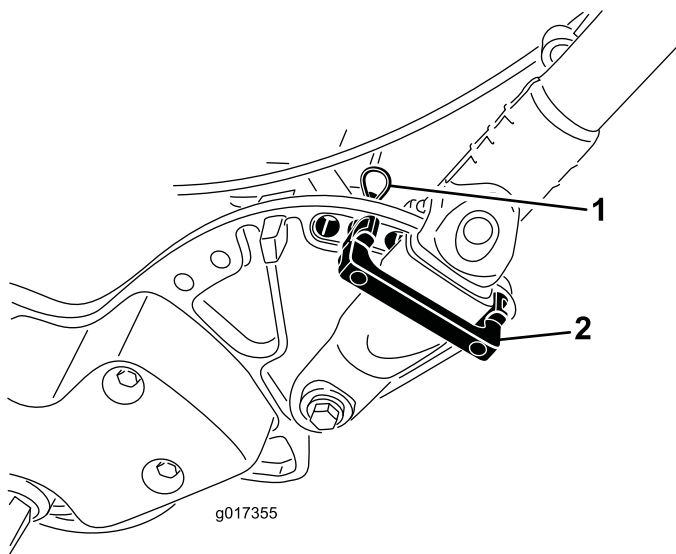

図 28
1. 機体左右のハンドルリテーナからヘアピンコッターを抜き取る(図 28)。
2. ハンドルを支えながら、左右のヘアピンコッターを抜き、ハンドルを希望の位置にセットする（図 28）。